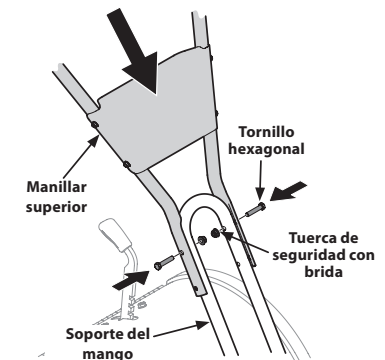

Figura 2
2. Utilizando los dos tornillos hexagonales y las dos tuercas de seguridad con brida, acople sin apretar el soporte del manillar utilizando los orificios superiores. Vea la Figura 2.